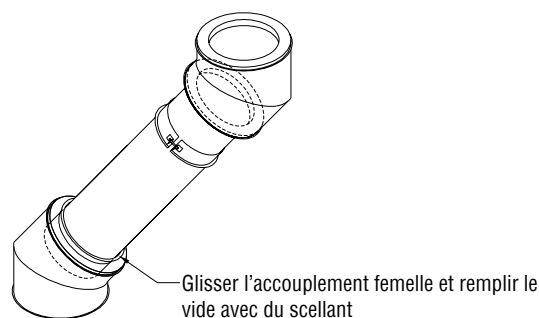

Figure 62 - Longueur variable, Étape d'installation D
- d. Glisser l'accouplement femelle sur l'accouplement mâle de la pièce en amont et remplir le jeu entre l'accouplement femelle et la paroi intérieure avec du scellant S-2000. Voir **Figure 62**.